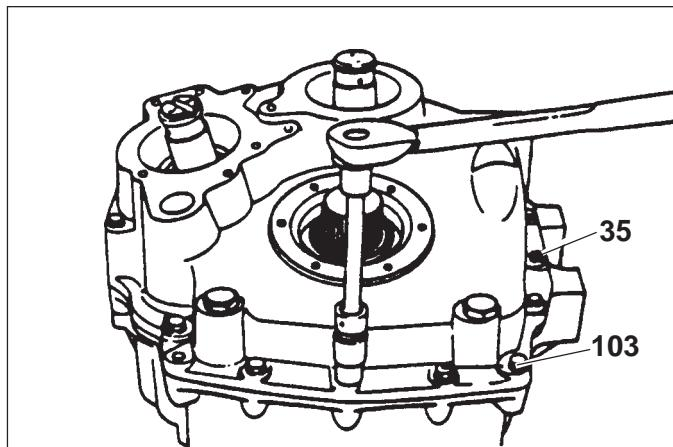

Fig. 42
- 2) Spalmare sulle superfici da accoppiare LOCTITE 518 o 574 ed unire fra loro le semicarcasse. Serrare le viti (35) (103) di collegamento con coppia di 13 Nm (Fig. 42).
- 2) Spread LOCTITE 518 or 574 on the surfaces to couple and join the half casing between them. Lock the connecting screws (35) (103) with torque of 13 Nm (Fig. 42).